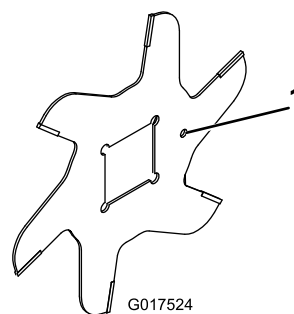

図 12
1. リール刃を組み付ける（図 12）。
4. 次のブレードを右に 1/6 回転ずらして、つまり、合い印が面一枚分右にずれるようにして、取り付ける（図 12）。